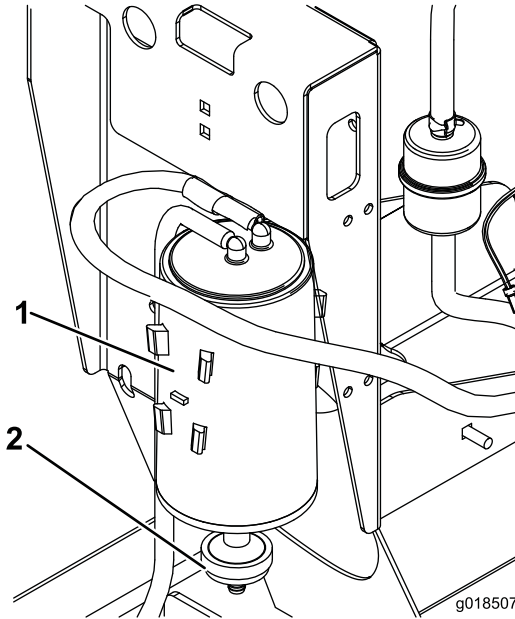

Figura 16
2. Retire e deite fora o filtro de ar do recipiente de carbono (Figura 16).